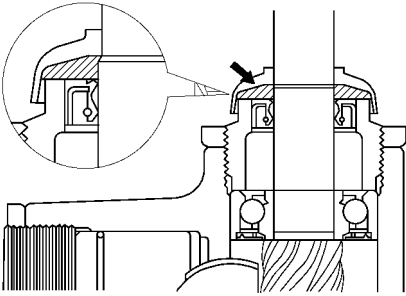

图 16-34 安装防尘罩
(11) 安装防尘罩。在防尘罩上涂敷二硫化钼锂基润滑脂，装上防尘罩，如图 16-34 所示。